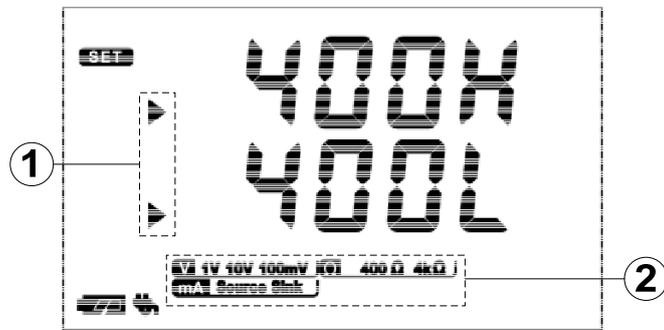

图 5.11 校准参数菜单状态
- 步骤 1: 参照【5.4.1】节, 将密码设为 1111, 确认后, 仪表进入输出校准状态, 显示如【图 5.11】所示。
- 步骤 3: 在所需校准的信号类型和档位下通过按 **SWITCH** 键, 切换对应信号类型下的高、低校准点 (H/L)。闪烁的 “▶” 提示符用来指示当前的修改参数, 显示如【图 5.11】所示。
- 步骤 9: 按住 **STORE** 键, 直到显示退回到如【图 5.11】所示的校准参数菜单状态 (不同信号类型退回各自的校准参数菜单状态), 当前校准点的校准参数保存生效。
- 步骤 10: 如果中途希望不保存校准数据, 直接退出校准修改状态, 按 **MODE** 键即可。显示直接退回【图 5.11】所示的校准参数菜单状态。